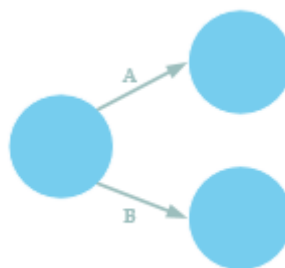

Figure 42 : Représentation de tâches simultanées.
- Deux tâches simultanées (c'est-à-dire qui commencent en même temps) sont représentées comme indiqué sur la figure 42.